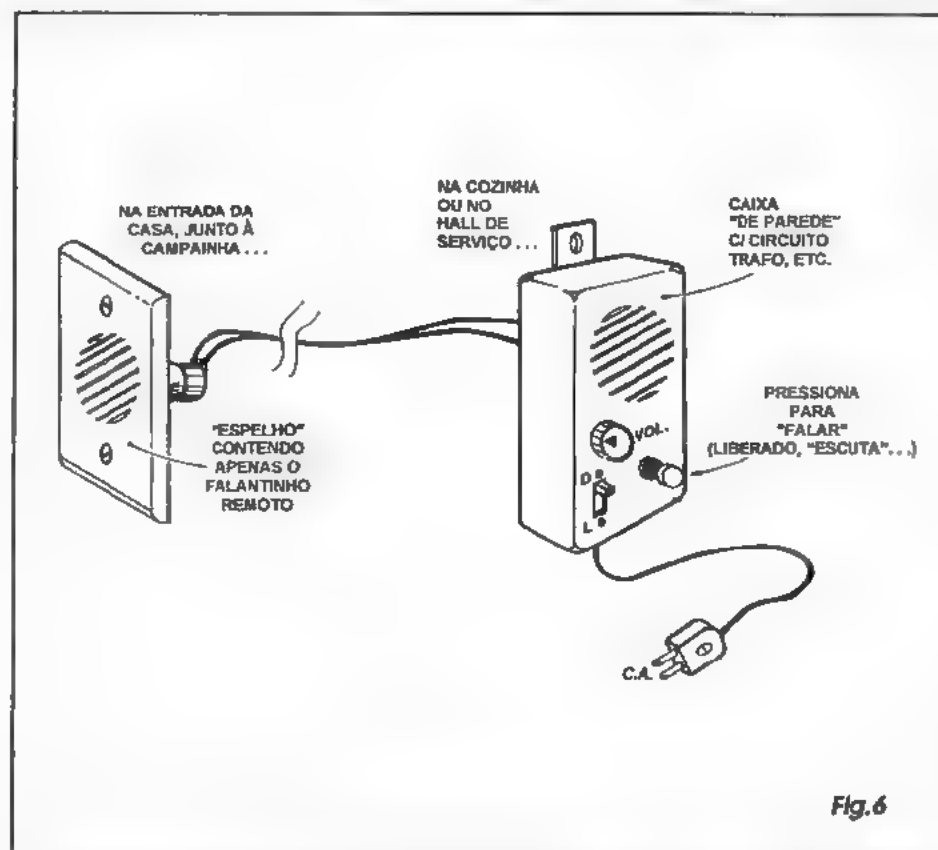

Fig.6
- FIG. 6 - SUGESTÃO PARA USO COMO PORTEIRO ELETRÔNICO - O módulo básico do MOPIN-3, mais os arranjos elementares do sistema (mostrados na figura anterior...) permitem muitas adaptações, a critério único das habilidades, criatividade e conhecimentos técnicos/práticos do leitor/hobbysta... Só para criar um exemplo, o diagrama dá as dicas para implementação de um sistema de porteiro eletrônico bastante efetivo, barato, útil e confiável: observar que a placa, trafo, chaves, cabo de força, controles e alto-falante **local**, ficam todos agrupados e acondicionados numa só caixa (direita da figura), tipo *de parede*, a ser instalada na cozinha ou no *hall* de serviço de uma residência... A estação **remoto**, constituída apenas pelo respectivo alto-falante (protegido por um *espelho* externo, convencional), poderá ser instalada numa caixa padronizada (adquirível em casas de materiais elétricos), 4"x 2" ou 4"x 4", embutida na parede da entrada da casa, junto ao local onde já se encontra o botão da campainha... **ATENÇÃO:** tudo deve ser muito bem vedado e protegido contra as intempéries, de modo que a água da chuva não possa penetrar e danificar o alto-falante... Se for possível, no caso, encontrar-se um pequeno alto-falante dotado de cone plástico, melhor (devido ao fato desse material não absorver água, nem ser danificado pela umidade...). A distância entre as estações pode se estabelecer em até 40 ou 50 metros, se necessário, sem problemas (nas instalações normais, a média de distância *real* será em torno da *metade* dis-